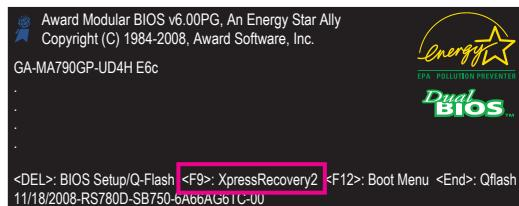

図 9
- 初めて Xpress Recovery2 でバックアップ機能を使用した後、Xpress Recovery2 はハードドライブに永久的に保存されます。後で Xpress Recovery2 に入るには、POST 中に <F9> を押してください(図 9)。